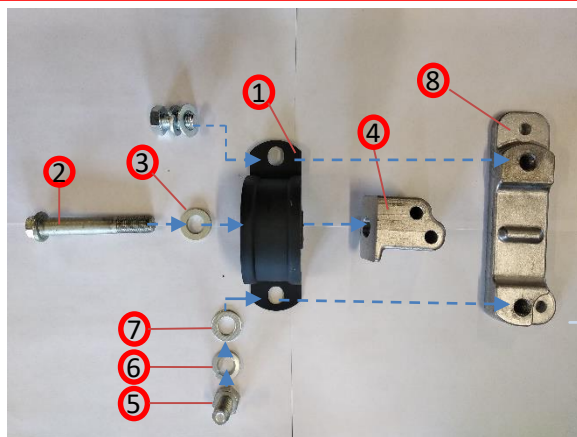

Рисунок 1 - Комплектность узла:
Комплектность узла указан на рис.1.
3. Отвернуть и извлечь два болта 1, рисунок 1 крепления силового агрегата к правой опоре 2 подвески силового агрегата (головка сменная Torx E12, удлинитель, вороток).
3. Установить дистанционную шайбу 3 на болт 2 Рисунок 1. и соединить опору 1 с кронштейном крепления опоры силового агрегата 4 закрутив болт до окончания резьбы болта относительно кронштейна обеспечив зазор **S** (степень свободы перемещения опоры относительно болта в осевом и радиальном перемещении). Смотри рисунок 4.